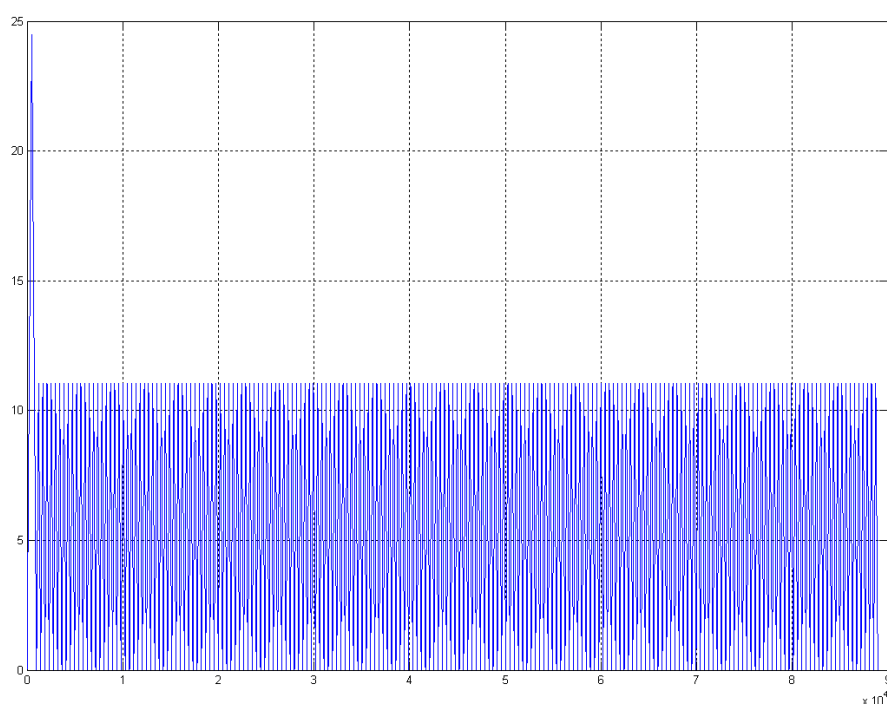
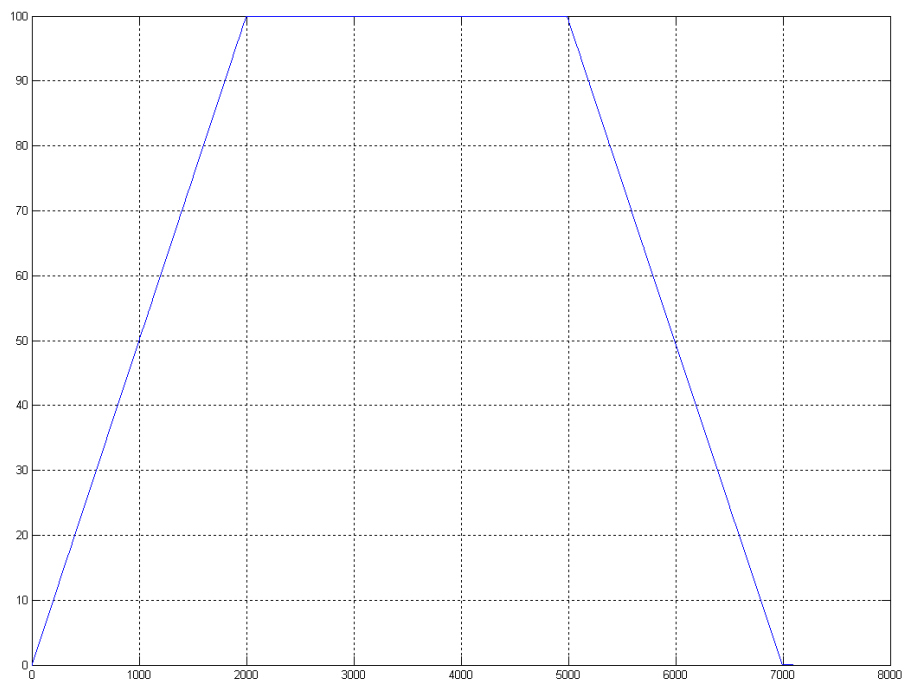

图 6-23 没有进行前瞻预处理的合成速度曲线
图 6-24 进行了前瞻预处理后的合成速度曲线
- 没有前瞻预处理和经过前瞻预处理的区别如图 6-23 和图 6-24 所示。